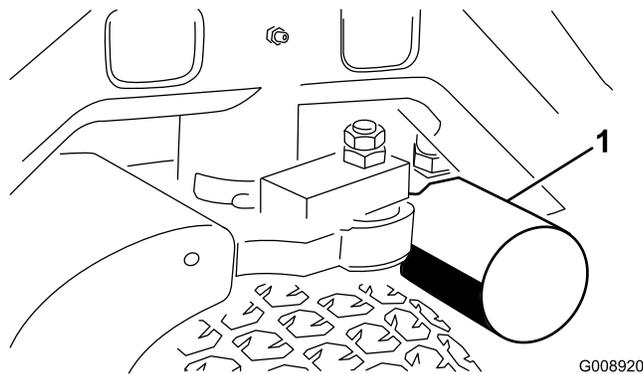
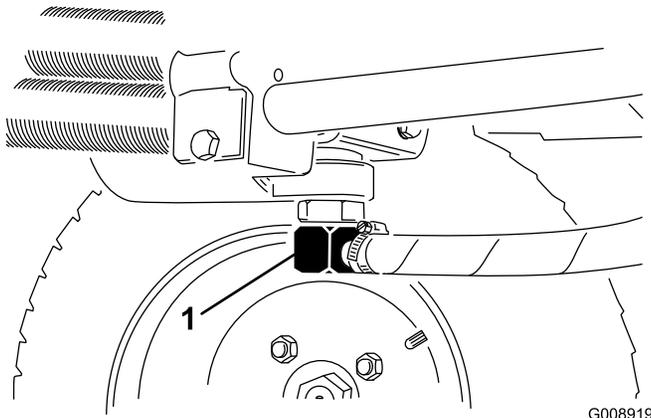

Figure 56
Figure 57
- Nettoyez la zone autour de la surface de montage du filtre. Placez un bac de vidange sous le filtre (Figure 56) et enlevez le filtre.
2. Débranchez la conduite hydraulique (Figure 57) ou enlevez le filtre hydraulique (Figure 56) et laissez couler l'huile dans un bac de vidange. Rebranchez la conduite hydraulique quand la vidange est terminée.